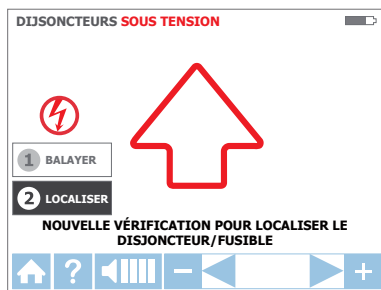

Figure 3.3d : Mode LOCALISATION – Recherche du disjoncteur/fusible correct
1. Sélectionnez le mode LOCALISATION à l'aide des flèches directionnelles et appuyez sur le bouton jaune ENTRÉE (Figure 3.3d).